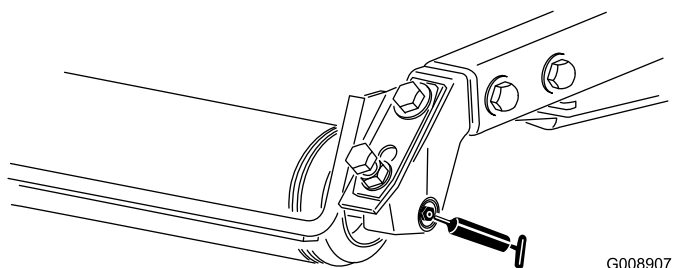

Figura 78
- Cuscinetti a rulli posteriori (2 per apparato di taglio) – Figura 78